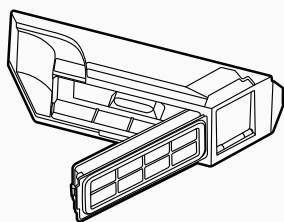

Fig. 9
3. Desencaixe o filtro da caixa de pó da trava do filtro e despeje o depósito de pó. [Fig. 9]